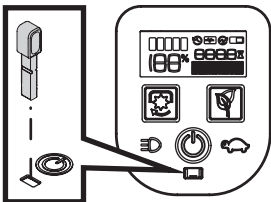

Figura 16
- 2. Interruptor de llave** - El interruptor de llave se encuentra en la parte inferior del VCM y enciende el VCM cuando la llave está totalmente insertada. El tractor únicamente se encenderá si la llave está totalmente insertada y el botón ENCENDIDO/APAGADO está presionado. Al quitar la llave, el tractor se apaga (Figura 16).